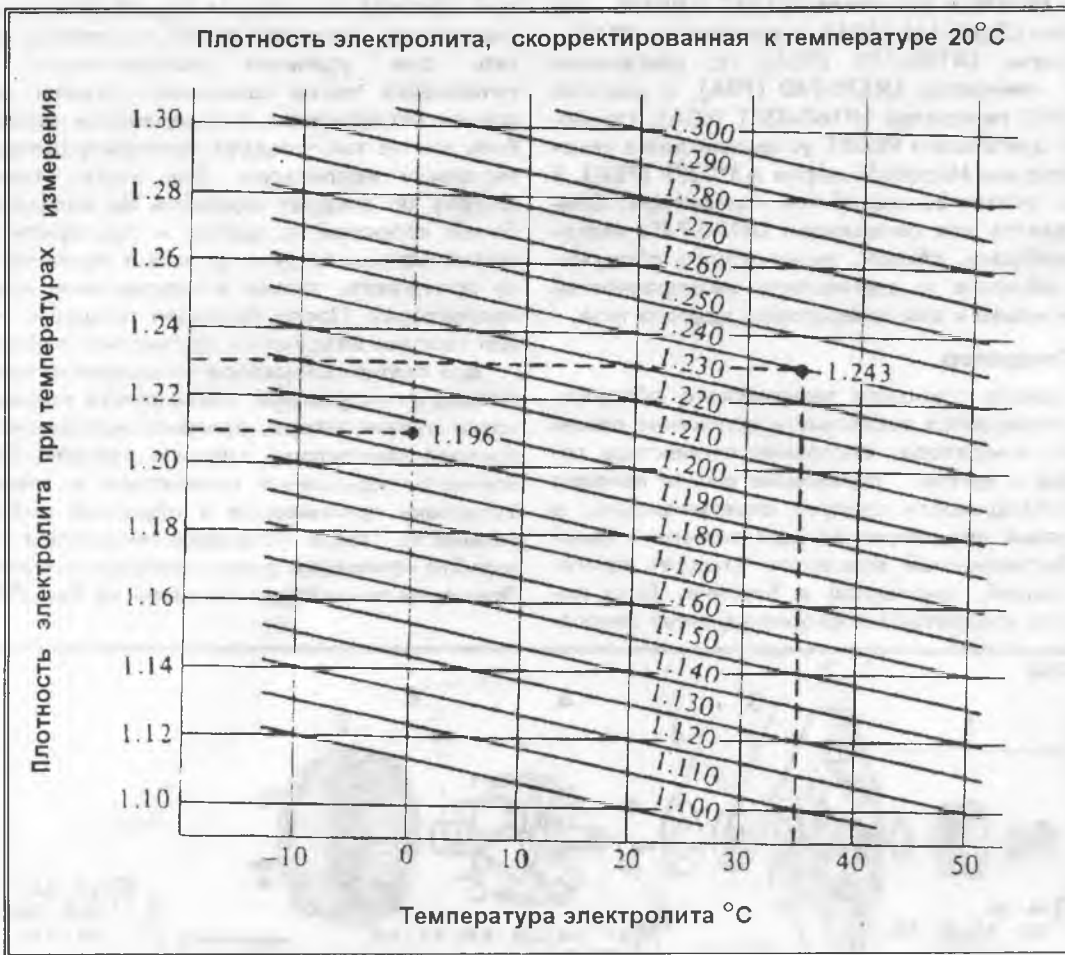

Рис.290
2. Если плотность электролита при температуре 0°C составляет 1.210, то скорректированная к температуре 20°C плотность электролита составит 1.196 (См. диаграмму на Рис.290).